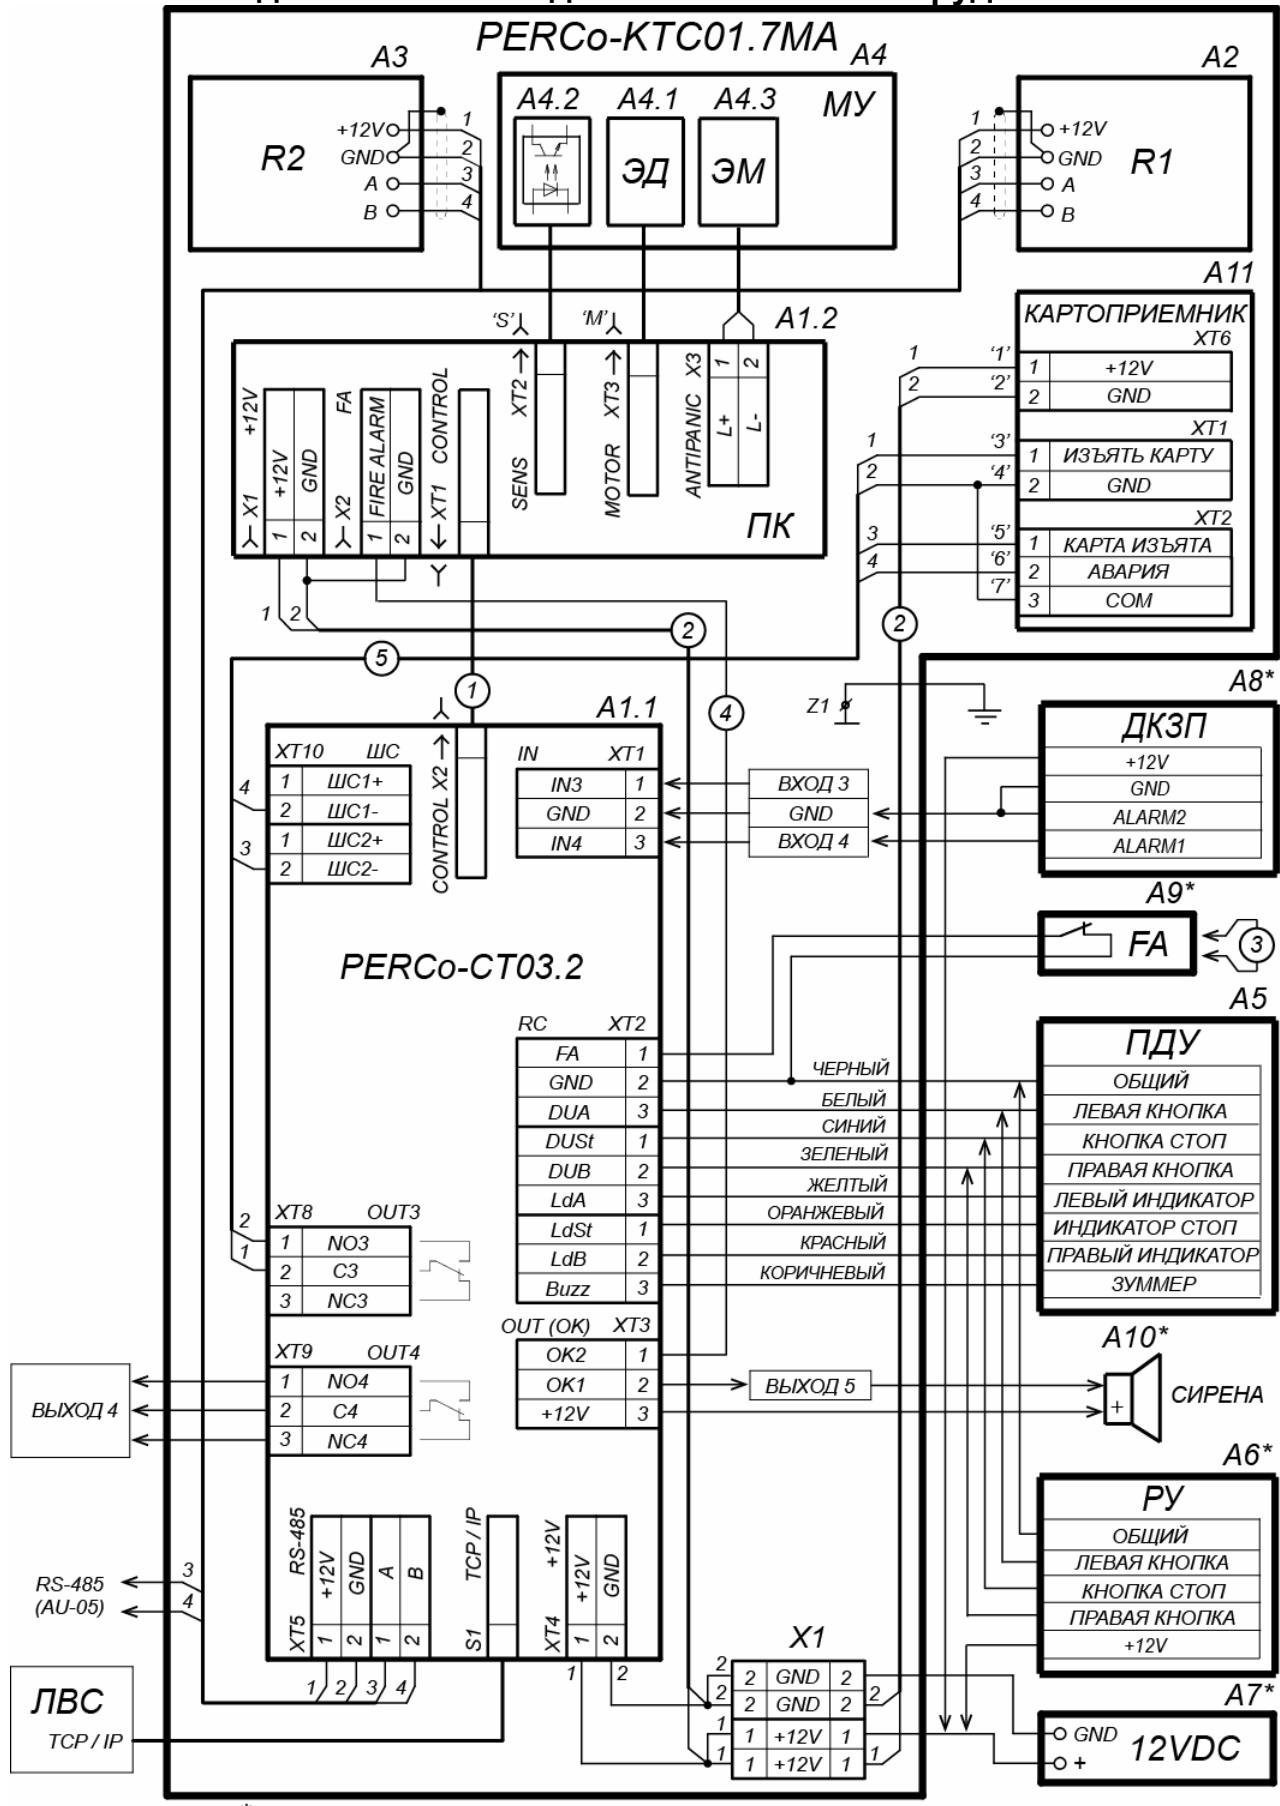

Рисунок 13. Схема подключения ЭП и дополнительного оборудования
Расположение клеммных колодок на нижней плате контроллера ЭП показано на рис. 5, назначение контактов клеммных колодок указано в табл. 1. Схема подключения приведена на рис. 13. Используемые при подключении типы кабелей указаны в табл. 4. При монтаже ЭП придерживайтесь следующей последовательности действий:
11. Подключите кабель питания (15) к выносной клеммной колодке **X1** на кронштейне платы контроллера ЭП согласно схеме, приведенной на рис. 13.
12. Подключите кабель (13) ПДУ (12) к клеммной колодке **XT2** на плате контроллера ЭП согласно схеме, приведенной на рис. 13.
13. Подключите при необходимости кабели от других устройств к соответствующим клеммным колодкам платы контроллера ЭП согласно схеме, приведенной на рис. 13.
позиционные обозначения А1-А4 и Z1 – указаны на рис. 13
10. Подсоедините кабель картоприемника к плате управления картоприемника согласно схеме на рис. 13 и рис. 6.
11. На разъеме **XT2** контроллера ЭП отключите от клеммы *DUA* провод от картоприемника с маркировкой «5» (выход картоприемника «Карта изъята») и подключите его к клемме *DUB* (см. рис. 13).
12. Установите и закрепите торцевые крышки (9) в порядке, обратном снятию.
13. Установите в рабочее положение контейнер картоприемника со стороны механизма картоприемника, а заглушку (10) – с противоположной стороны.
14. Установите крышку (3) в рабочее положение (см. разд. 6).